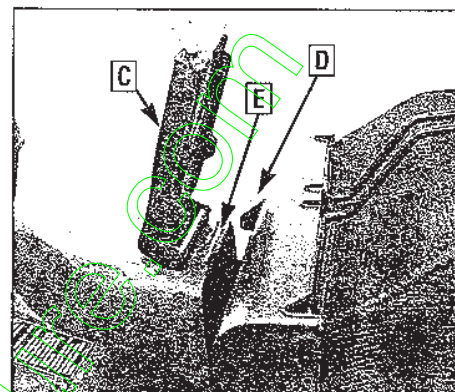

Figure 4-2: Mise en place du bac de ramassage.
2. Saisissez le bac de ramassage par la poignée en toile. Avec l'autre main, maintenez ouverte la protection de l'orifice d'évacuation (C, Figure 4-2).
3. Abaissez (à un angle) la porte du bac (D, Figure 4-2) sur la patte (E) située sur l'orifice d'évacuation. Assurez-vous que la porte du bac s'adapte bien sur la patte et la recouvre entièrement.
2. Lorsque le bac est plein, et alors que le moteur et la lame sont arrêtés, maintenez ouverte la protection de l'orifice d'évacuation (C, Figure 4-2). De l'autre main, saisissez la poignée en toile et guidez le bac vers le haut et hors de l'orifice d'évacuation.